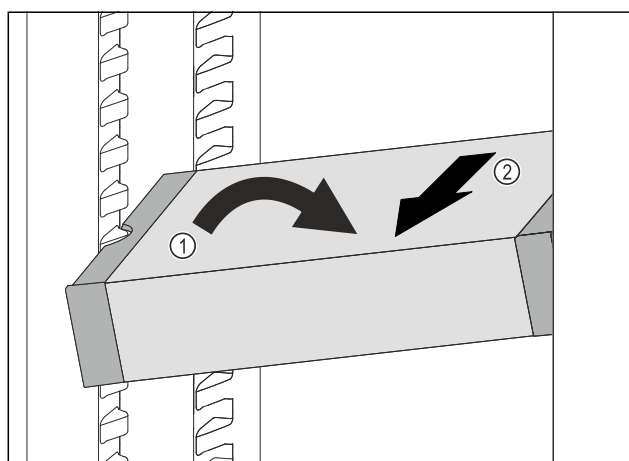

Fig. 109
- ▶ Plasser VarioSafe skrått i kjøleskapet. Fig. 109 (1)
- ▶ Ta ut VarioSafe ved å trekke den forover. Fig. 109 (2)